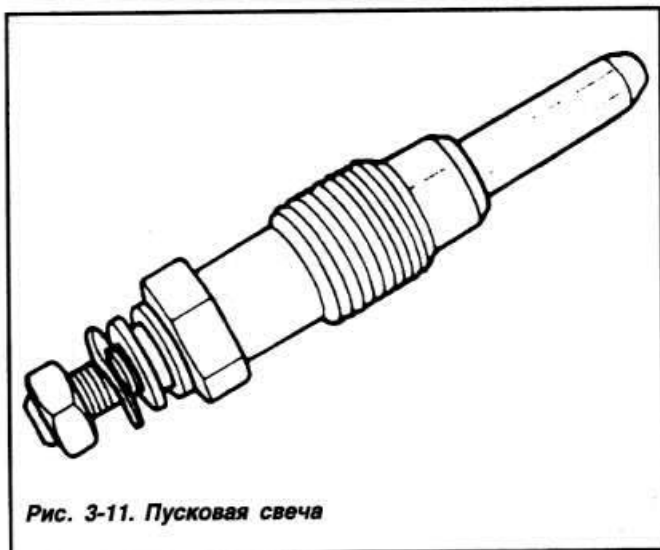

Рис. 3-11. Пусковая свеча
- Вывернуть свечу из головки цилиндров (рис. 3-11).